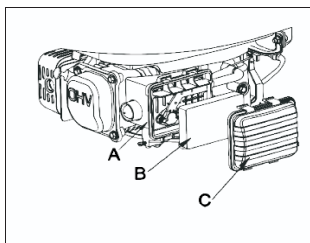

Fig. 10
9.7.1 INSPECTION (See Fig. 10)